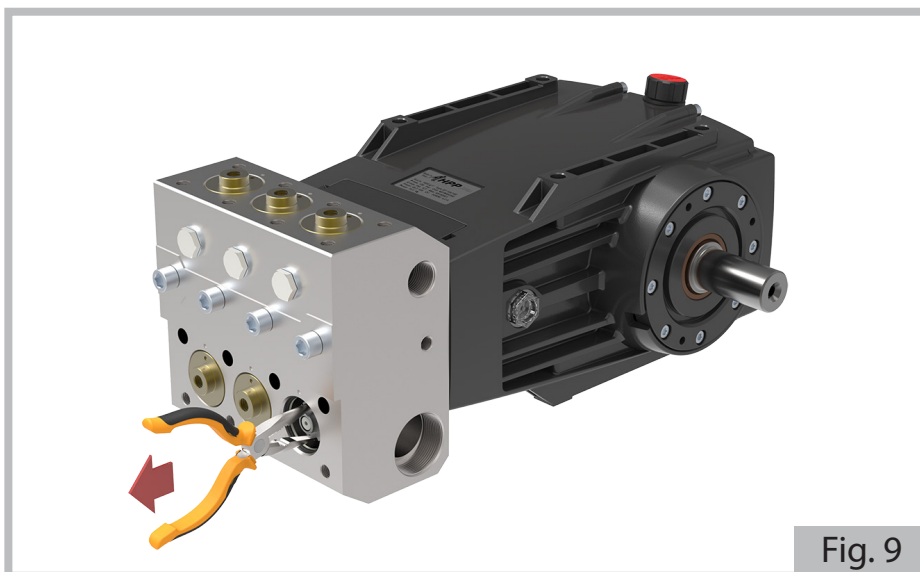

Fig. 9
- a) Démontez les deux bouchons de la soupape (1) de la tête (3), en dévissant les vis **A-C-D** (voir détail figure 9) avec une clé mâle à six pans de 12 mm, en suivant la procédure ci-dessous :
- retirer les deux bouchons de soupape (1)